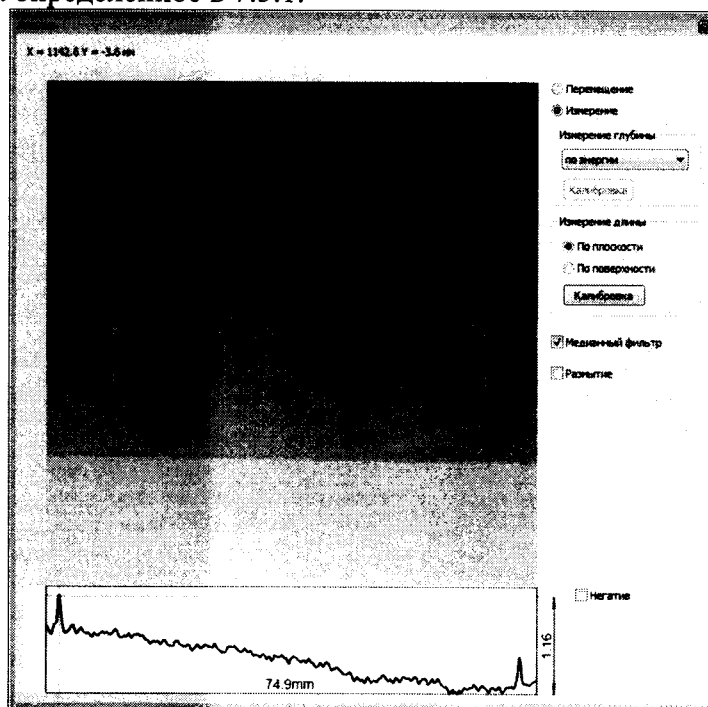

Рисунок 6 - Построение профиля изображения
- уточнить границы измеряемого отрезка перетаскиванием осевых линий на профиле яркости, рисунок 6;